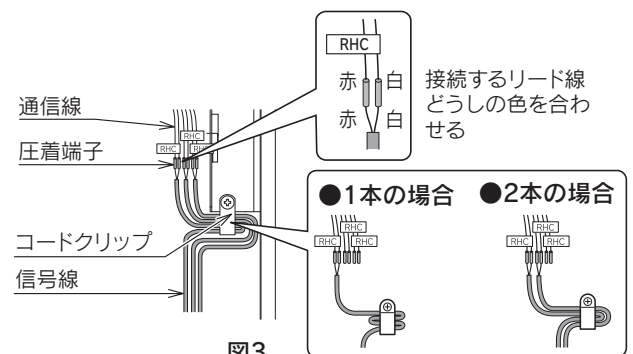

図3
6. 信号線を機器右下のコードクリップで固定します。信号線が1本や2本のときは、折り曲げて束ねて固定します。(図3)